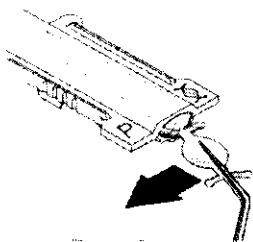
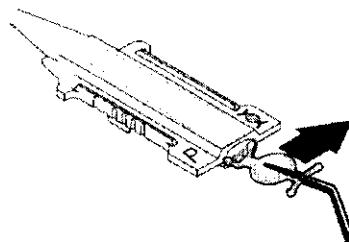
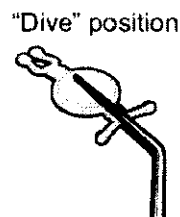

Figura 6a
Figura 6b
Figura 6c
6. Mantener la lente a nivel del cartucho y utilizar el borde superior interior del cartucho para doblar ligeramente un háptico hacia adelante, tal y como se muestra en la Figura 6a. Doblar el otro háptico hacia adelante (Figura 6b) de la misma manera para crear una posición de entrada (Figura 6c) inmediatamente antes de insertar la lente en la parte posterior del cartucho.